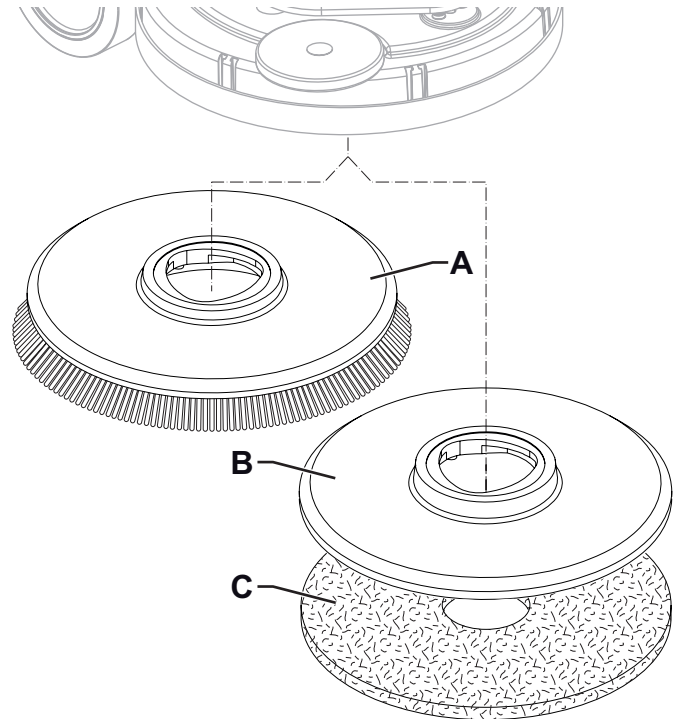

Figure 1
La brosse (A, Fig. 1) ainsi que le plateau support disque (B) avec le disque (C) peuvent être installés sur la machine, en fonction du traitement à effectuer sur le sol.
1. Positionner la brosse (A) ou le plateau support disque (B) sous la tête porte-brosses (23).
3. Pousser l'interrupteur (41) sur « I ».
5. Avec une main sur les capteurs de présence (46), lancer brièvement le motoréducteur pour que la brosse s'accroche. Si besoin est, répéter la procédure jusqu'à l'accrochage de la brosse.